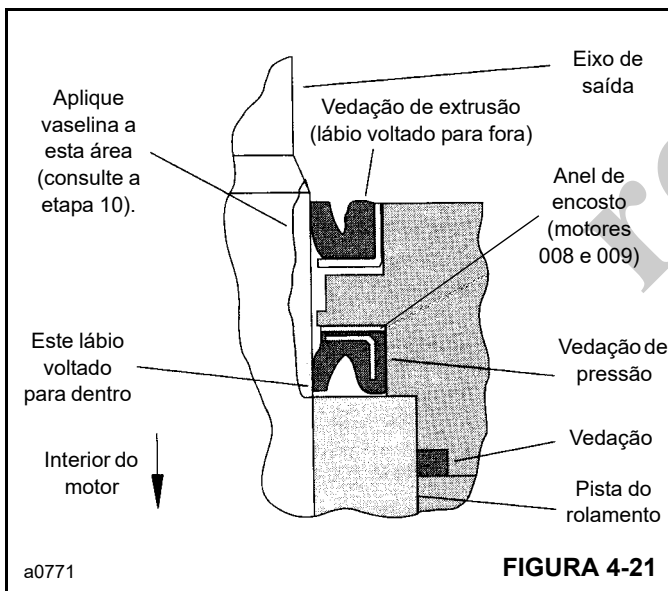

FIGURA 4-21
10. Antes de instalar o flange e o conjunto da vedação no eixo (9, Figura 4-12), coloque uma luva ou camisa protetora sobre o eixo. Em seguida, lubrifique o espaço entre a vedação de exclusão (2) e a vedação de pressão (5), bem como os lábios de ambas as vedações (Figura 4-21).